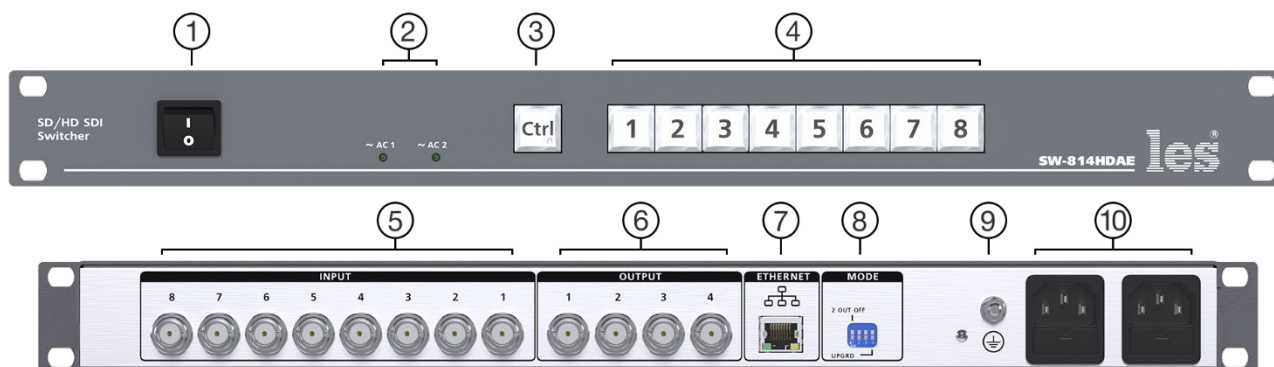

Рисунок 2
5. Подключите шнуры питания к разъёмам IEC C14 (рисунок 2, позиция 10). Обратите внимание на то, что третий провод сетевого шнура используется для заземления корпуса (защитное заземление), которое рекомендуется делать единым для всего комплекса аппаратуры.